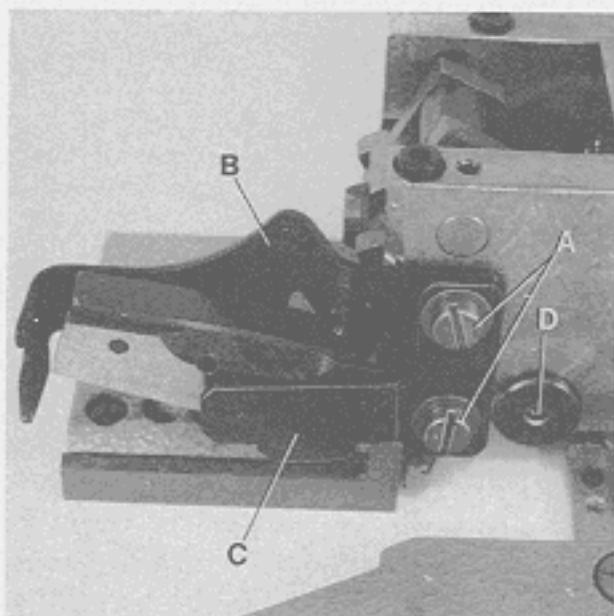
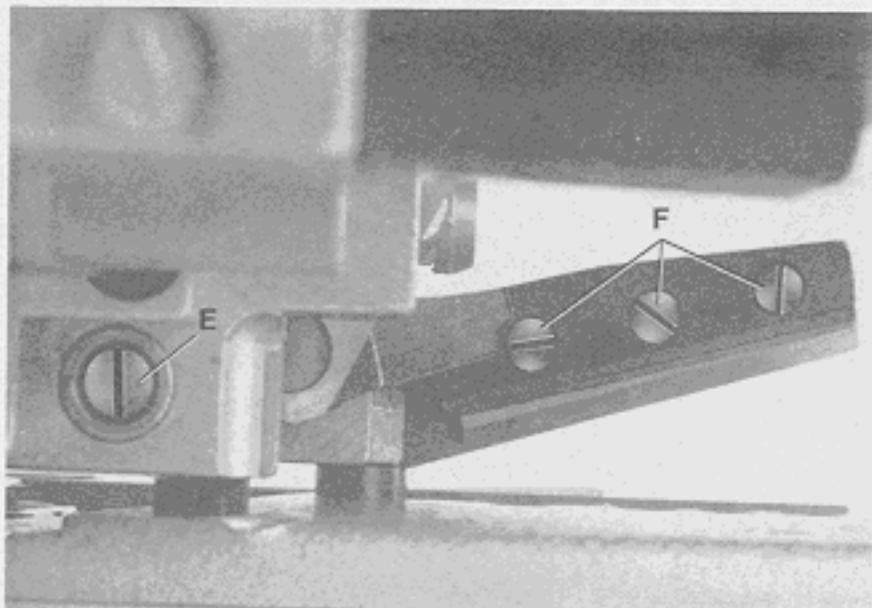
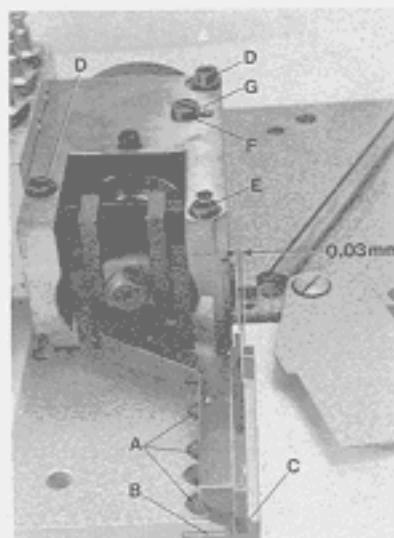

Fig.63
Fig.64
Fig.66
Loosen screws (A, Fig. 63) and remove the two finger guards (B and C).
Loosen screw (D, Figs. 63 and 65) and turn screw (E, Figs. 64 and 65) a few revolutions counterclockwise until the pressure of upper knife against lower knife is released.
Remove the three knife fastening screws (A, Fig. 66) and replace the lower knife.
The cutting edge of lower knife should be flush with the top surface of cloth plate. When assembling a new lower knife two shims (B, Fig. 66) each 0,4 mm (1/64 in.) thick, have to be placed between lower knife and cloth plate. When assembling a resharpened knife one or both shims have to be removed, according to the stock removed while grinding, in order to have the lower knife cutting edge flush with cloth plate top surface. Tighten knife fastening screws.
Release pressure of upper knife against lower knife as described in paragraph "REPLACING THE LOWER KNIFE". Remove the three upper knife fastening screws (F, Fig. 64) and replace the upper knife.
Lösen Sie die Schrauben (A, Fig. 63) und entfernen Sie die beiden Fingerschutzteile (B und C).
Lösen Sie die Schraube (D, Fig. 63 und 65) und drehen die Schraube (E, Fig. 64 und 65) einmal im Gegenuhzeigersinn bis das Obermesser nicht mehr gegen das Untermesser drückt.
Entfernen Sie die drei Messerbefestigungsschrauben (A, Fig. 66) und tauschen Sie das Untermesser aus.
Die Schneide des Untermessers muß auf gleicher Höhe mit der Stoffplattenoberfläche stehen. Beim Einbau eines neuen Untermessers werden zwei je 0,4 mm dicke Unterlegbleche (B, Fig. 66) zwischen Untermesser und Stoffplatte gelegt. Beim Einbau nachgeschärfter Messer müssen, entsprechend dem abgeschliffenen Material, ein oder beide Unterlegbleche entfernt werden, damit die Untermesserschneide auf gleicher Höhe mit der Stoffplattenoberfläche ist. Ziehen Sie die Messerbefestigungsschrauben an.
Entfernen Sie die drei Obermesser-Befestigungsschrauben (F, Fig. 64) und tauschen Sie das Obermesser aus.
Press upper knife lever with upper knife in its down position. Cutting edges of upper and lower knife should overlap approx. 0,5 mm (.020 in.) at the knife tips (C, Fig. 66). For this adjustment, the upper knife fastening screws (F, Fig. 64) can be relocated a little bit up or down in the holes of the upper knife lever.
Release pressure of upper knife against lower knife as described in paragraph "REPLACING THE LOWER KNIFE". Loosen screws (D, Fig. 66) slightly, and keep screw (E) securely tightened. Press upper knife lever in its down position.
Remove screw (F, Fig. 66) and rotate eccentric rod (G) so that the upper and lower knife contact each other at the knife tips (C), and at the lower knife pilot arises a distance of 0,03 mm (.0012 in.) (see Fig. 66).
Make sure that eccentric rod (G, Fig. 66) does not turn while tightening screws (D) and turning in screw (F).
Turn screw (E, Figs. 64 and 65) clockwise until the upper knife exerts a markable pressure against lower knife. Lock screw (E, Figs. 64 and 65) with screw (D) and make cutting tests with air pressure.
Drücken Sie den Obermesserhebel mit dem Obermesser in die untere Stellung. Ober- und Untermesser sollen sich an den Messerspitzen (C, Fig. 66) etwa 0,5 mm überlappen. Die Obermesser-Befestigungsschrauben (F, Fig. 64) lassen sich für diese Einstellung in den Bohrungen etwas nach oben oder unten verlagern.
Lösen Sie die Schrauben (D, Fig. 66) leicht, die Schraube (E) muß fest angezogen bleiben. Drücken Sie den Obermesserhebel in die unterste Stellung.
Entfernen Sie die Schraube (F, Fig. 66) und drehen Sie den Exzenterbolzen (G) so, daß sich Ober- und Untermesser an der Spitze (C) berühren und am Untermesser-Führungszapfen ein Abstand von etwa 0,03 mm entsteht (siehe Fig. 66).
Achten Sie darauf, daß sich der Exzenterbolzen (G, Fig. 66) beim Anziehen der Schrauben (D) und Einschrauben der Schraube (F) nicht verdreht.
Drehen Sie die Schraube (E, Fig. 64 und 65) im Uhrzeigersinn bis das Obermesser einen gut spürbaren Druck gegen das Untermesser ausübt. Kontern Sie die Schraube (E, Fig. 64 und 65) mit der Schraube (D) und machen Sie Schnidproben mit Druckluftantrieb.